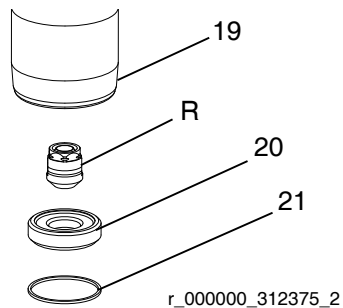

图 10
11. 使用 O 形圈剔签，从进料阀罩（19）上卸下密封（21）。丢弃密封；重新组装时使用新的密封。参见图 10。